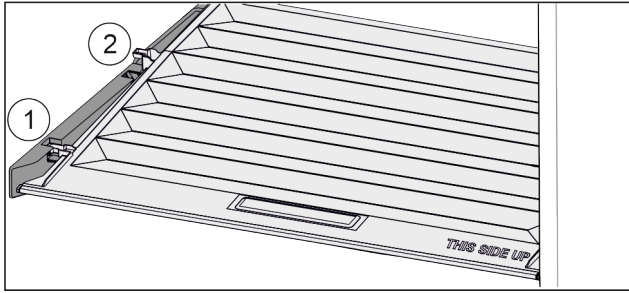

Fig. 26
- ▶ Deksel tot de opening in de vasthoud delen naar voren trekken Fig. 26 (1).
- ▶ Aan de achterkant vanaf de onderkant omhoog tillen en vanaf de bovenkant verwijderen Fig. 26 (2).